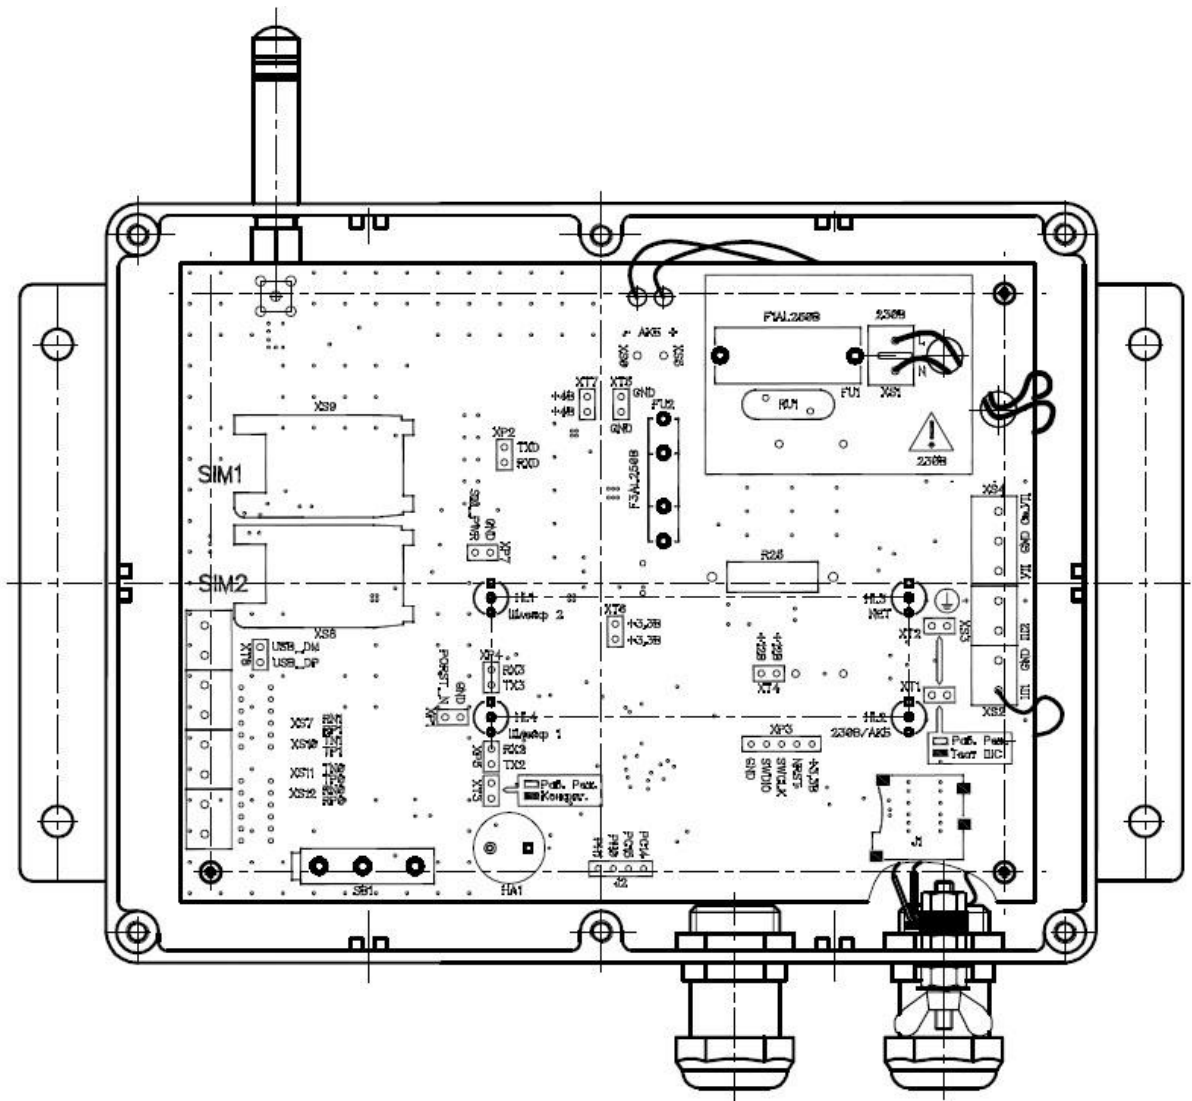

Рисунок 1 – Внешний вид УОО со снятой крышкой с указанием расположения и обозначения разъёмов и переключателей на плате
1.5.6 При закрытии крышки происходит замыкание контакта тампера «SB1» (см. рисунок 1), расположенного на плате, который служит при работе УОО датчиком несанкционированного открытия крышки. При замыкании и размыкании контакта переключателя «SB1» в работающем УОО происходит отправка на ПЦН соответствующих сообщений – о закрытии и открытии крышки УОО.
2.2.2.7 Подготовить место для установки УД с учётом длины проводников УД, которой должно быть достаточно для подключения УД к контактам клеммной колодки «XS4» платы изделия (см. рис.1) после ввода проводников УД в корпус через кабельный ввод сигнальный.
2.2.2.13 Установить SIM-карту SIM1 (основной канал связи) в держатель SIM-карты «XS9» (расположен на плате слева вверху, см. рисунок 1) и SIM-карту SIM2 (резервный канал связи) в держатель SIM-карты «XS8», установить карту памяти в держатель «J1» (MicroSD).
2.2.2.14 Изъять предохранитель из держателя предохранителя FU2 (см. рис.1). При помощи смонтированных на плате изделия проводников подключить, соблюдая полярность, АКБ из состава изделия к контактам платы «XS5» (подключить к плюсовой клемме АКБ) и «XS6» (подключить к минусовой клемме АКБ).